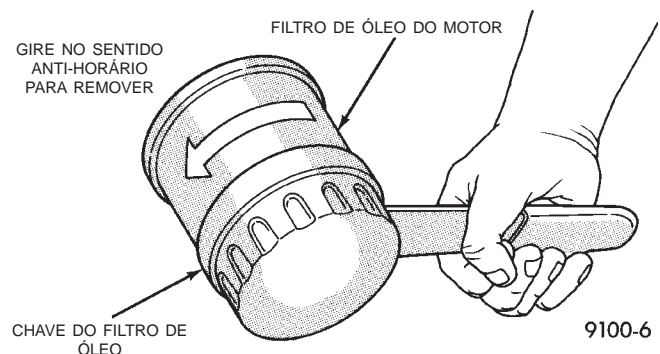

Fig. 7 Remoção do Filtro de Óleo — Típico
- (1) Posicione uma bandeja de drenagem sob o filtro do óleo.
- (2) Usando uma chave de filtro do óleo, solte o filtro.
- (3) Gire o filtro do óleo no sentido anti-horário para removê-lo do ressalto do filtro de óleo do bloco de cilindros (Fig. 7).